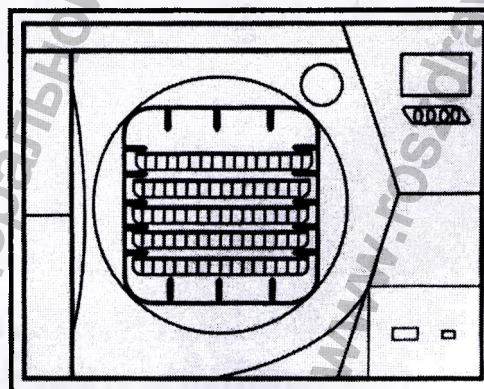

Рисунок 9: Схема расположения стойки реверсивной Стерилизатора парового T&S17B
- 1) 5 лотков в горизонтальном положении/ 3 кассет в вертикальном положении (рис. 9)